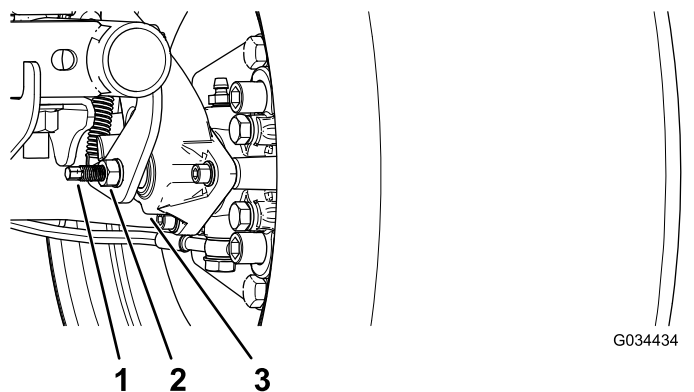

Bild 59
3. Verwenden Sie zwei Schraubenschlüssel und arretieren Sie die Strebe an der Bremsbacke mit einem Schraubenschlüssel und lösen Sie die Klemmmutter um eine Vierteldrehung mit dem anderen (Bild 59).
4. Halten Sie die Strebe zum Einstellen und die Klemmmutter fest und drehen Sie die Strebe zum Einstellen, um sie anzuziehen (Bild 59).
5. Halten Sie die Strebe zum Einstellen und die Klemmmutter fest und drehen sie um eine Vierteldrehung heraus (Bild 59).
6. Halten Sie die Strebe zum Einstellen und die Klemmmutter fest und ziehen Sie die Klemmmutter an (Bild 59).